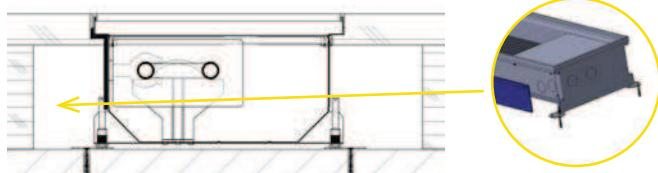

Рис. 6: Пустотелый пол – теплоизоляция для внутрипольного конвектора без вентилятора – для защиты пола со стороны теплообменника
- По своему усмотрению (паркет, ламинат или деревянный пол) положите теплоизоляцию на наружную поверхность короба конвектора со стороны теплообменника (Рис. 6).